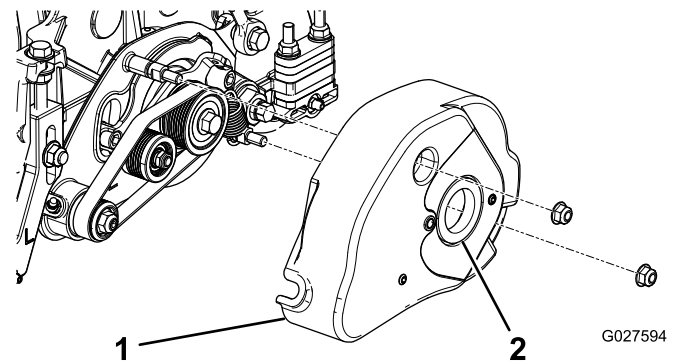

图4
7. 安装疏草刀外罩，使用之前拆下的 2 个凸缘螺母固定（图4）。
8. 向疏草刀外罩内套环的内径涂抹润滑脂（图4）。